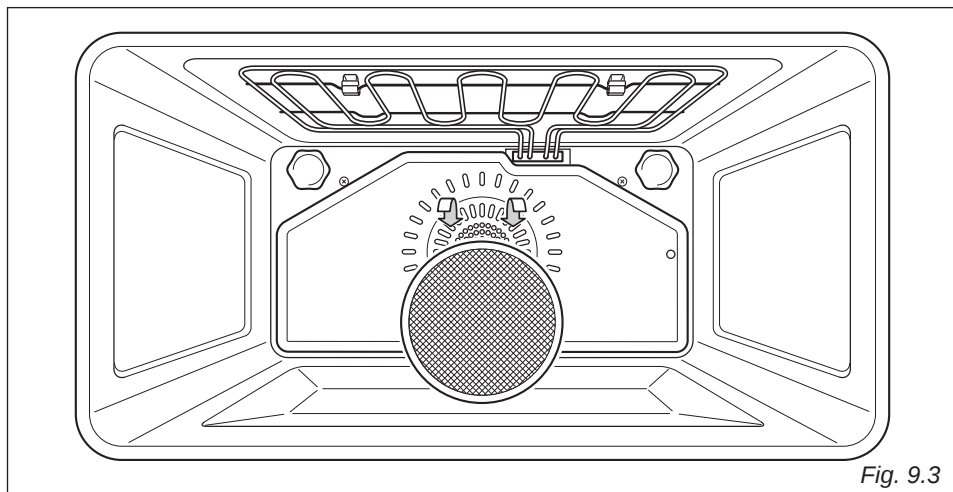

Fig. 9.3
A parte posterior do interior do forno possui um filtro especial para reter a gordura libertada, especialmente de assados, como os assados de carne (fig. 9.3).
- Introduza o filtro de gordura na parte de trás do forno, como na fig. 9.3.